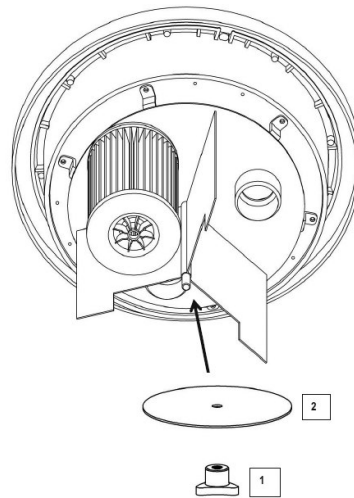

Abb. 7: Ersetzen der Filterpatrone
Schritt 1: Den Knopf (Pos. 1, Abb. 7) abschrauben.
Schritt 2: Die Platte (Pos. 2, Abb. 7) abnehmen.
Schritt 4: Die Filter mit 3 Originalersatzteilen ersetzen, die Patronen auf die Stützen zusammenbauen, sie durch die Platte (Pos. 2, Abb. 7) befestigen und durch den Knopf (Pos. 1, Abb. 7) alles zusammenziehen.